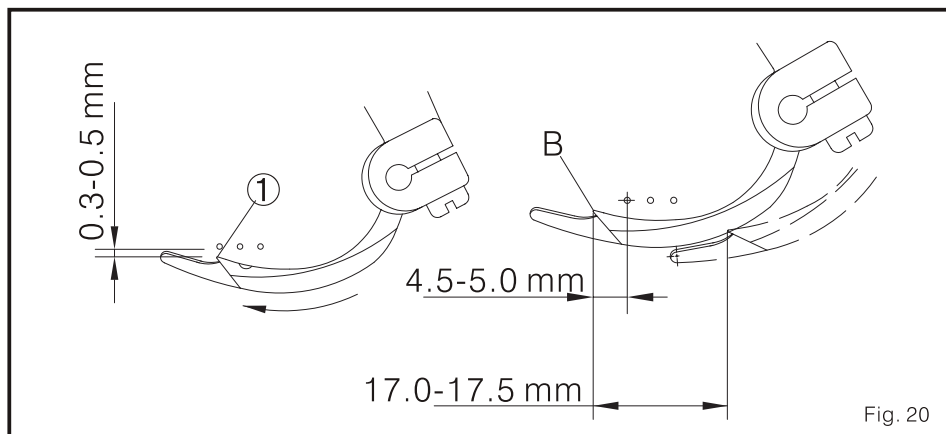

Fig. 20
- Quando o distribuidor 1 movimento, A gorjeta (B) tem que isto para 0.3-0.5 mm em frente à agulha esquerda. Também, Quando o distribuidor 1 movimento à esquerda ponto morto, o espaço entre a gorjeta (B) e o fio central da agulha esquerda deveria ser de 4.0-5.0 mm. (Fig.20)